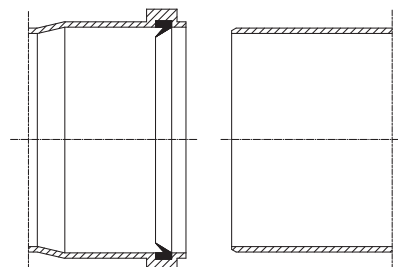

Fig. 3
- posizionare l'adattatore (3) sulla flangia pozzetti interponendo la guarnizione (1) (che non necessita di lubrificazione) posizionandola con le sporgenze circolari verso il basso a contatto con la flangia di caldaia e serrare con le 4 viti (2) presenti nel kit;
• **Posizionamento delle guarnizioni.** Prima del montaggio del sistema fumario controllare il corretto posizionamento delle guarnizioni (Fig. 3). Nel caso in cui la lubrificazione dei componenti (già effettuata dal costruttore) non fosse sufficiente, rimuovere mediante un panno asciutto il lubrificante residuo, quindi per agevolare l'innesto cospargere i particolari con il lubrificante in dotazione.